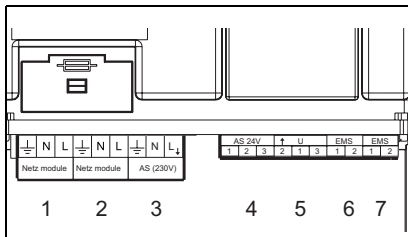
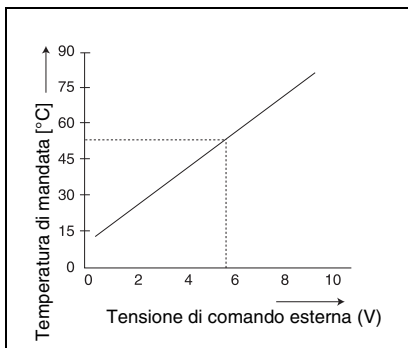

Fig. 2 Collegamenti
Fig. 3 Diagramma 0 – 10V
a) Connessione AS 24V (fig. 2, pos. 4), si tratta di un contatto a potenziale zero per segnali a bassa tensione fino a 24 V. Questo segnale di anomalia può essere letto p.e. da un sistema di amministrazione degli stabili.
b) Connessione AS 230 V (fig. 2, pos. 3), per comandare p.e. un segnale acustico o un indicatore luminoso di allarme. In caso di guasto questa connessione ha una tensione di 230 VAC.
Con l'aiuto di un segnale 0-10 VDC (fig. 2, pos. 5) è possibile un comando in base alla temperatura di mandata o alla potenza (fig. 3).
Questa regolazione viene attivata cavallottando i pin 1 e 3. Vedi fig. 2, pos. 5 e schema a pag. 47. EM10 trasmette il segnale 0-10 V ad un setpoint potenza. Si tratta di un rapporto lineare vedi tabella 2.